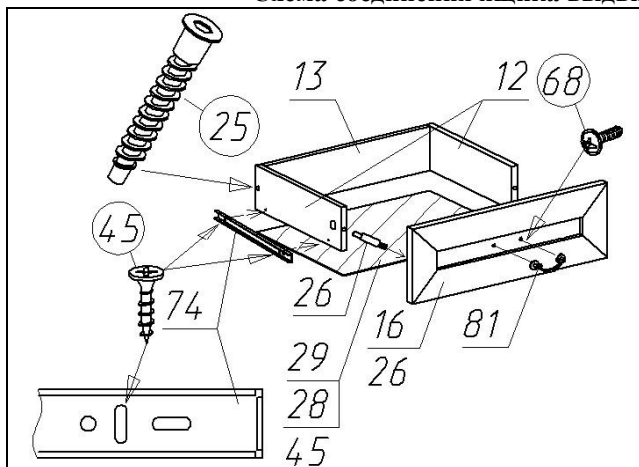

Рис. 2
3. Прикрутите внутреннюю направляющую по разметке к боковым стенкам (поз.12 рис.2) выдвигаемого ящика (шуруп Ø4x16).